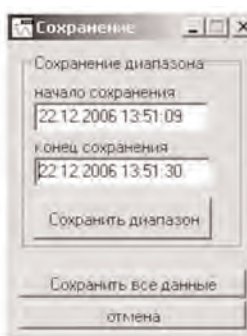

Рис. 16
-Изменить значения диапазона в диалоговом окне (рис.16).